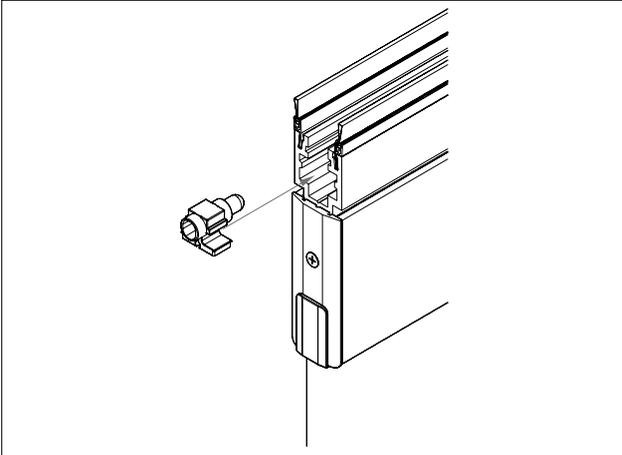

Abb. 48 Kombi-Fixierklotz einsetzen
4. Kombi-Fixierklotz wie in Abb. 48 gezeigt in das Tragprofil einsetzen.